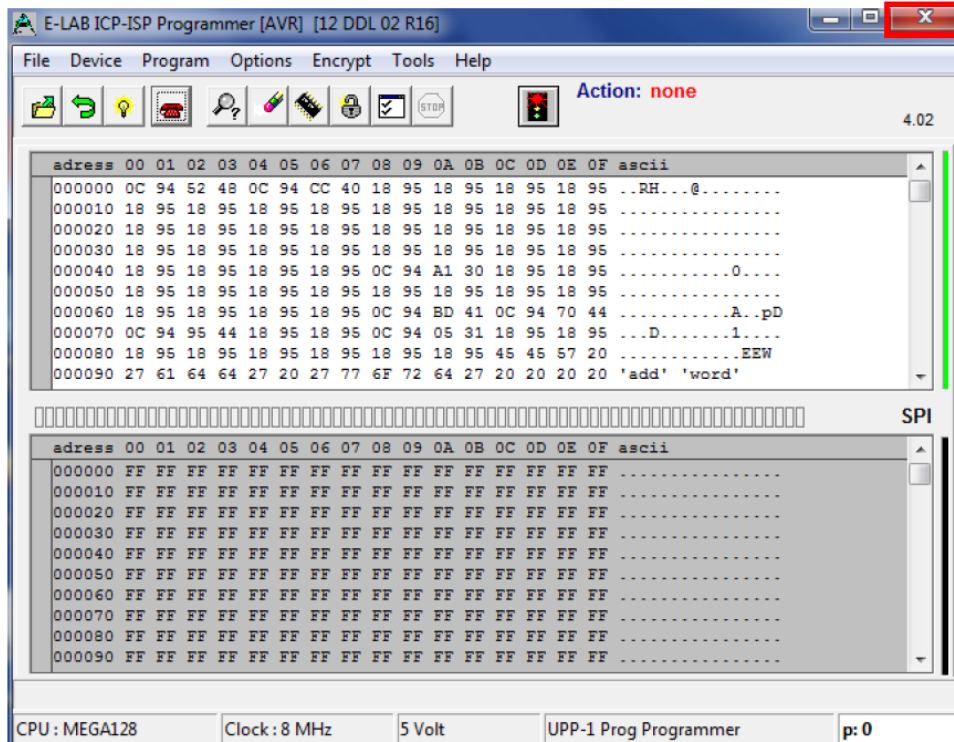

Рисунок 18
2.17 Закройте программное обеспечение «E-LAB ISP-ICP Programmer», нажав на крестик в правом верхнем углу окна (рисунок 18).